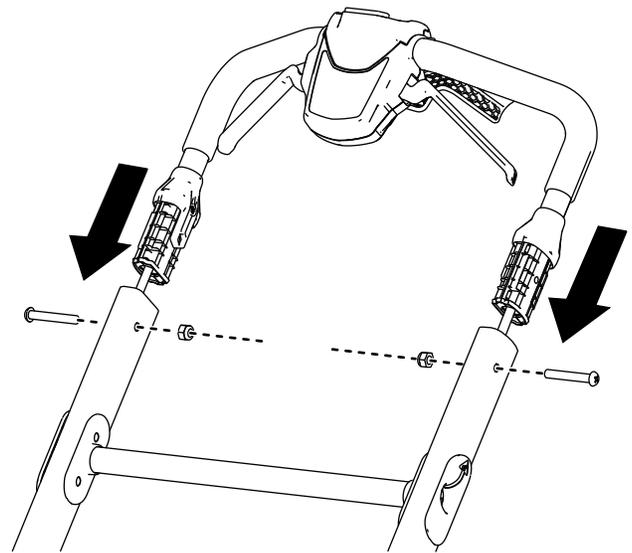

Figure 4
1. Insérez la barre supérieure dans la barre inférieure du guidon et fixez le tout en place avec 2 boulons et 2 contre-écrous, comme montré à la Figure 4.